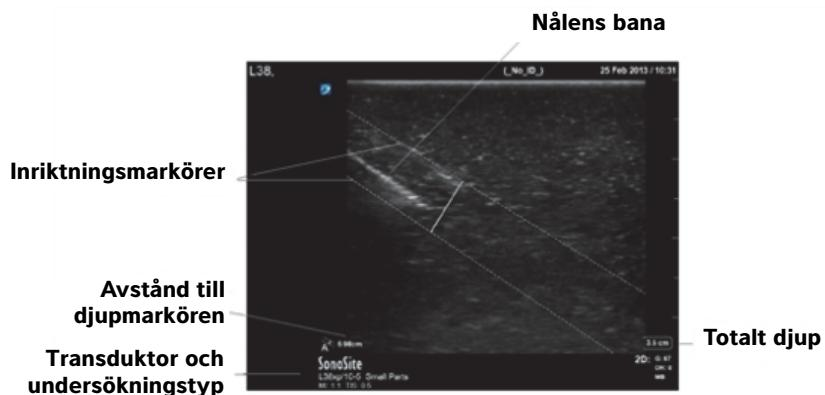
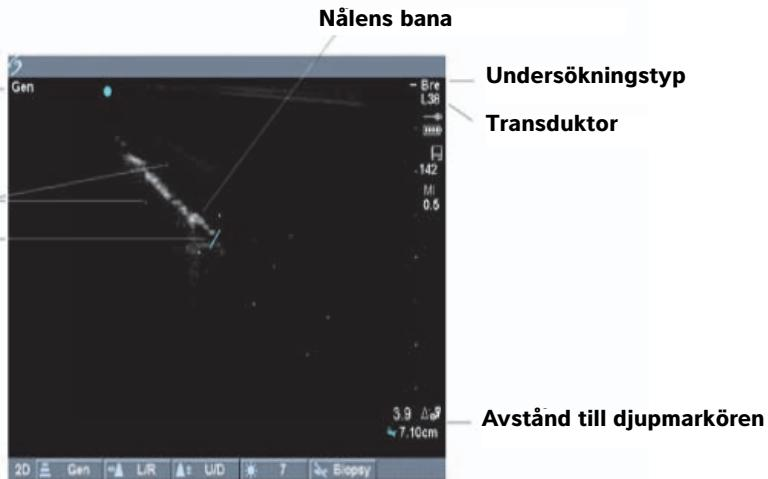

Bild 3 Planguider på SonoSite X-Porte-systemet
Bild 4 Planguider på MicroMaxx- eller TITAN-systemet
- 8 Kontrollera att nålen, som den visas på skärmen, befinner sig mellan inriktningsmarkörerna. Se Bild 3, "Planguider på SonoSite X-Porte-systemet" på sidan 148 och Bild 4, "Planguider på MicroMaxx- eller TITAN-systemet" på sidan 149.
Det uppmätta avståndet till djupmarkören som visas på ultraljudssystemet anger avståndet från nålspetsen till nålguidens ursprungsläge. Se Bild 3 och Bild 4.